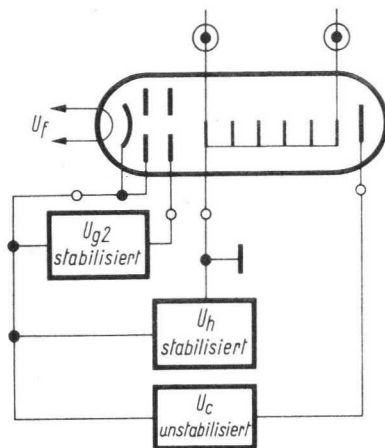

Bild 1
- a) Betrieb mit reduzierter Auffängerspannung. Dafür wird folgende Schaltung (Bild 1) des Netzgerätes empfohlen.